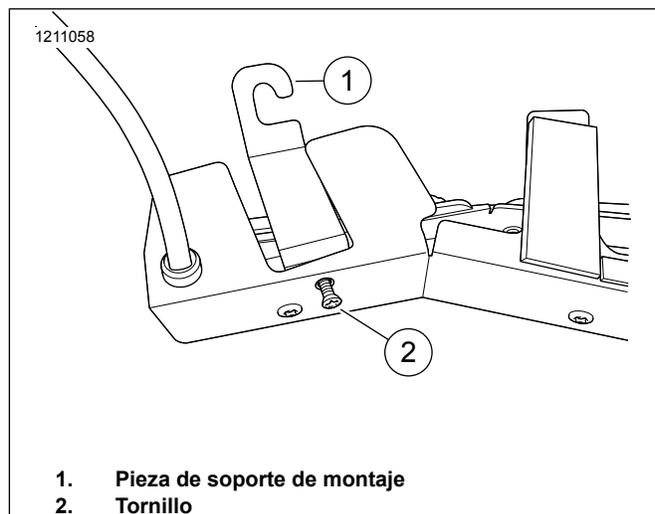

Figura 5. Pieza de soporte y tornillo
4. Vea la Figura 5. Coloque la pieza de soporte de montaje (1) en la abertura con el ángulo de la pieza de soporte hacia arriba.